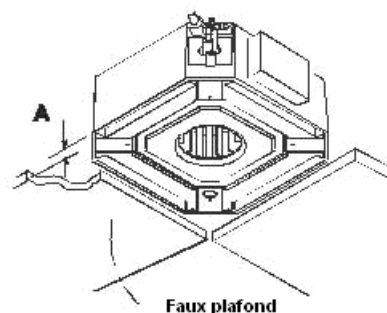

Fig. 12
- Aligner l'appareil avec un niveau à bulle en prenant soin de conserver l'écart entre le châssis et la surface intérieure du faux plafond (Fig.12, Fig.15).